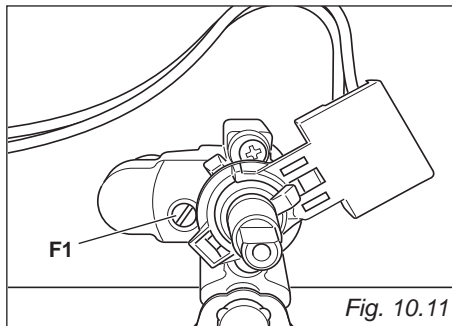

Fig. 10.11
- En vous servant d'un tournevis fin, tournez la vis "F1" jusqu'à ce que le réglage soit correct (fig. 10.11).